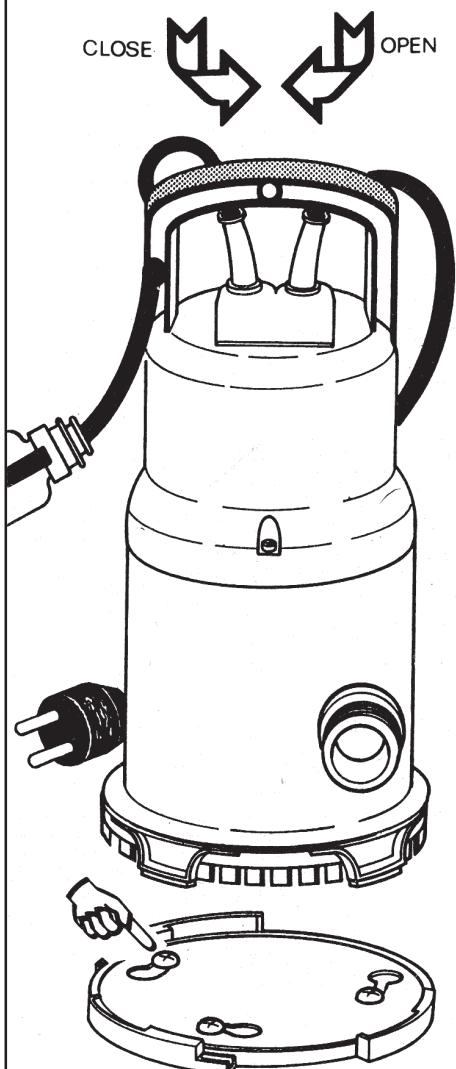
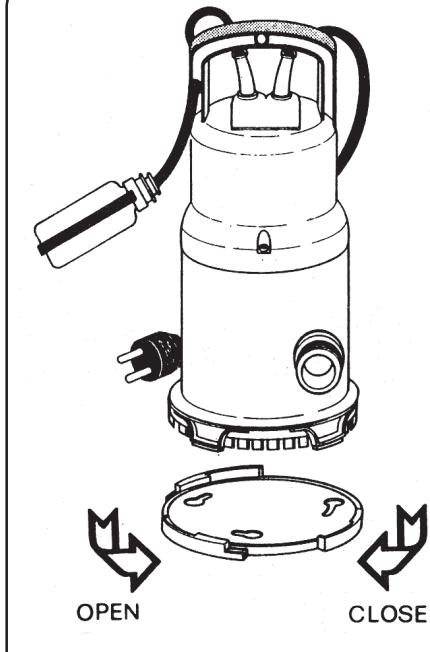
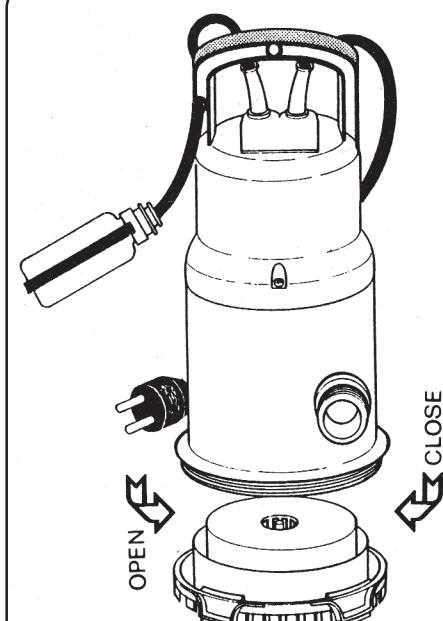

Fig. 5
Fig. 4
Fig. 6
Pour fixer la pompe, utiliser les oeillets du bouchon du filtre (voir fig.2, pos.1). Puis enlever les inserts du bouchon du filtre. On peut insérer 3 vis dans la partie la plus large des oeillets (voir fig.2, pos.2) et faire tourner le bouchon du filtre dans le sens contraire des aiguilles d'une montre afin que les vis fixent le bouchon en glissant sur la partie la plus étroite de l'oeillet (fig. 2, pos. 3). Après avoir fixer le bouchon du filtre, il faut insérer la pompe dans ses guides (voir fig.3, pos. 4) et la faire tourner dans le sens contraire des aiguilles d'une montre pour la fixer (fig. 5).
Nettoyage des parties hydrauliques VIP (voir fig. 3, fig. 4, fig. 5, fig. 6)
Démontage bouchon filtre: Ne démonter le bouchon du filtre qu'après avoir enlevé la vis de sécurité, tenir la pompe en place et faire tourner le bouchon du filtre dans le sens des aiguilles d'une montre (si on la regarde par le bas). Pour le montage du bouchon du filtre, faire tourner dans le sens contraire (voir fig.4).
Si le bouchon du filtre est fixé sur le fond avec des vis, il faut tourner la pompe pour la démonter dans le sens des aiguilles d'une montre du côté de la poignée (voir fig.5).
Tenir la pompe en place et faire tourner le filtre diffuseur dans le sens des aiguilles d'une montre (en regardant par le bas). Pour le montage, lubrifier l'O-ring avec de l'eau et faire tourner le filtre dans le sens contraire (voir fig.6).